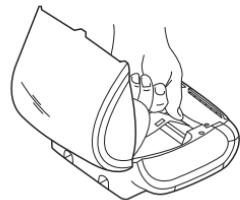

Figura 10
- 7 Alinhe a borda esquerda da etiqueta à borda esquerda da abertura de alimentação de etiquetas e, em seguida, insira a etiqueta na ranhura. Consulte Figura 10.